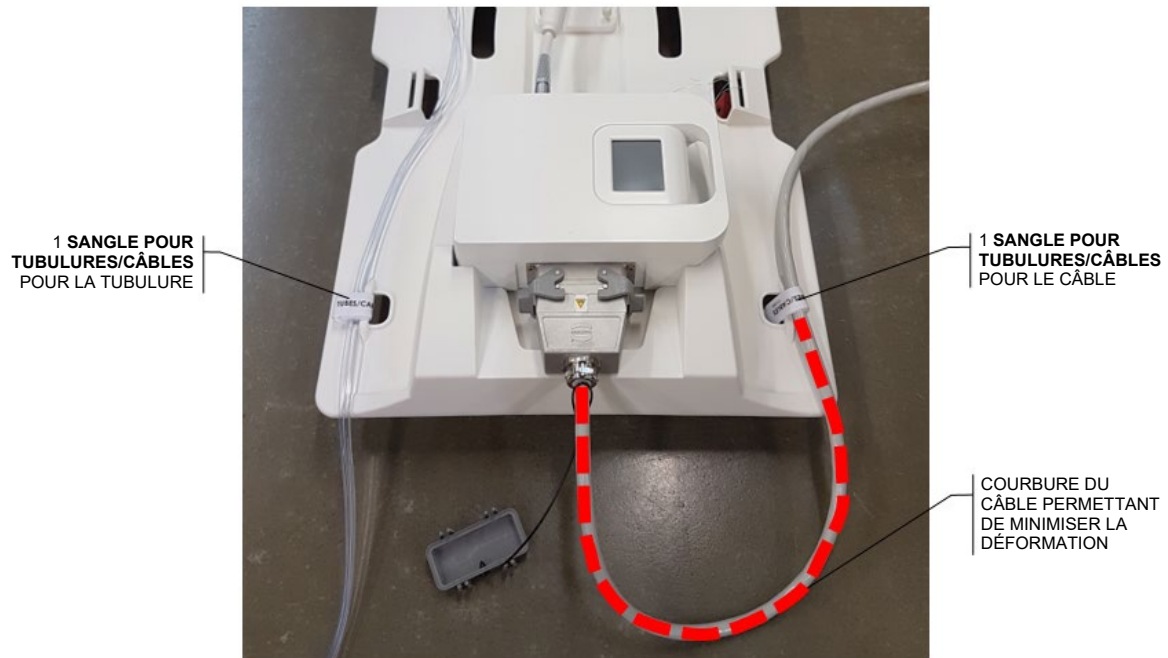

Figure 38 : Gestion des tubulures et des câbles
- d) S'assurer qu'aucun(e) câble/tubulure/ou autre matériel ne peut se coincer lorsque la table est en mouvement (Figure 38).